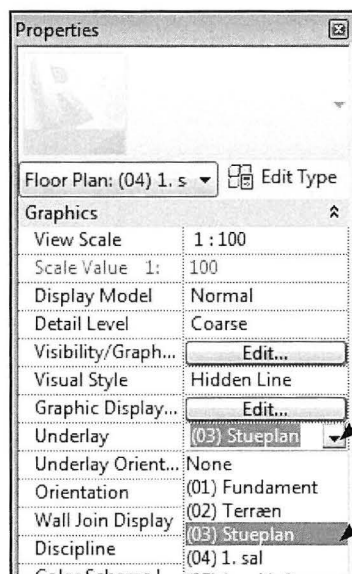

Fig. 05.76. Valg af *Underlay*.
Er væggene i stueplan ikke synlige, vil tegnefladen nu være helt blank, hvilket gør det svært at se, hvor man skal placere væggene. Dette ændres med *Underlay* (Fig. 05.76).
Underlay findes i *Properties*, når man ikke har markeret noget i sin tegning (Fig. 05.76).
- Sæt *Underlay* til Stueplan (Fig. 05.76).